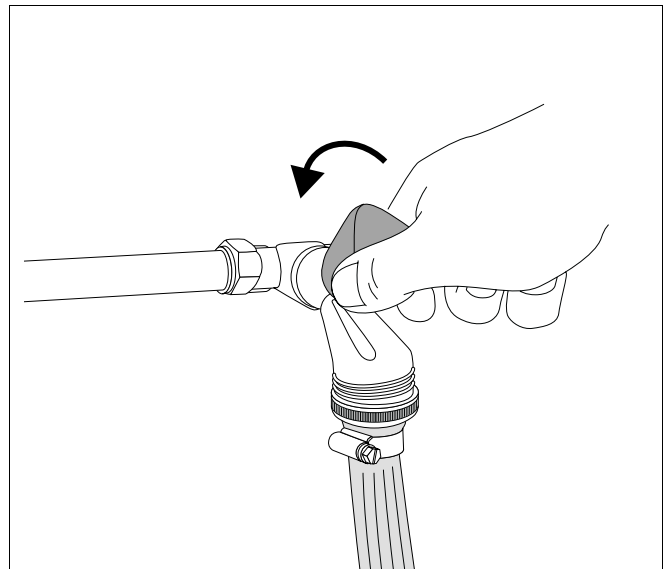

Fig. 67 Deschideți robinetul de apă și umpleți instalația de încălzire
- Deschideți cu atenție robinetul de apă și umpleți încet instalația de încălzire (Fig. 67).